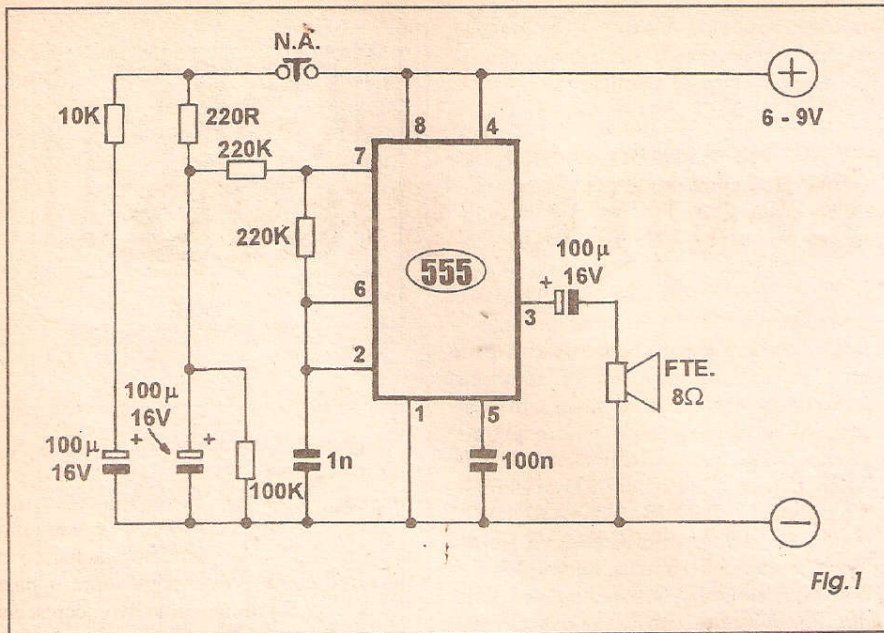

Fig.1
- FIG. 1 - DIAGRAMA ESQUEMÁTICO DO CIRCUITO - No núcleo do circuito, um integrado 555 (cujas versatilidade é simplesmente *assustadora*, ainda que bem conhecida dos verdadeiros hobbystas...) arranjado em *ASTÁVEL* (oscilador), destinado a funcionar em conjunto de frequências dentro da faixa de áudio, que são entregues para reprodução direta por um pequeno alto-falante de 8 ohms, sob a interveniência única de um capacitor eletrolítico de 100µ (evita que ocorra um fluxo de C.C. entre o pino de saída - 3